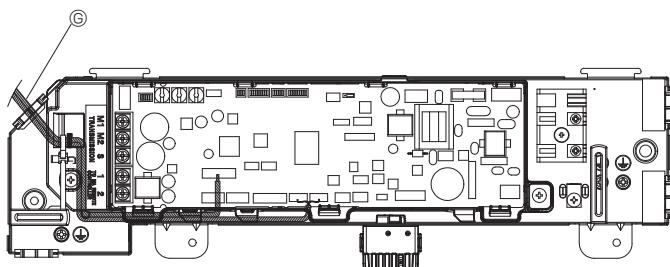

Fig. 5-5
- İsteğe bağlı VALF kitinin bağlantı kablosunu kablo geçiş yerinden iç üniteye sokun. (Fig. 5-5)